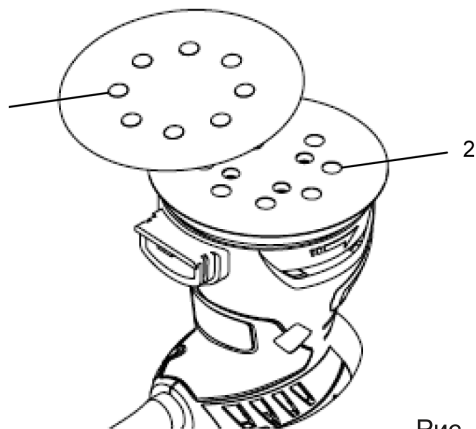

Рис. 2
- Совместите отверстия на шлифовальном круге (поз. 1, Рис.2) с отверстиями на подошве (поз. 2, Рис. 2).